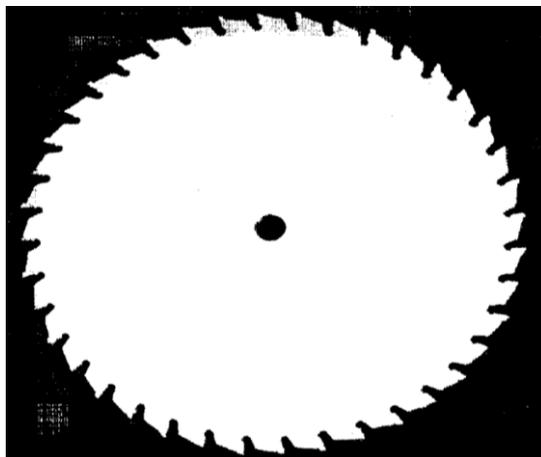

Рис. 3 Пила для поперечной резки
2. Пила для поперечной резки: применяется для резки поперек зернистости. пилы 300мм для поперечной резки имеют около 60-80 зубьев, чередующееся верхнее заострение или резкое верхнее заострение профилей зубьев, небольшой передний угол и небольшое углубление между зубьями. См. Рис. 3.